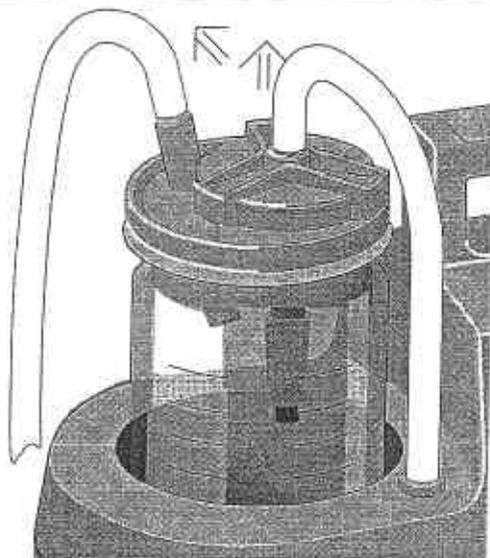

Abb. 5
- Entfernen Sie die Anschlußschläuche (Absaugschlauch und Verbindungsschlauch, Abb. 5).